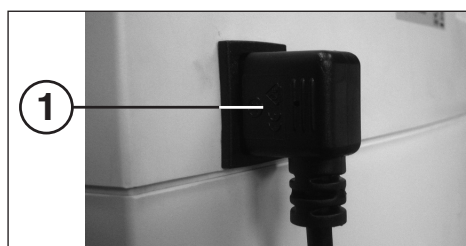

Abb. 2
- Gerät mit Netzstecker (1) am Stromnetz anschließen (Angaben über die erforderliche Vorsicherung der Netzsteckdose siehe „TECHNISCHE DATEN“).
**1 = Netzstecker (Abb. 2)**